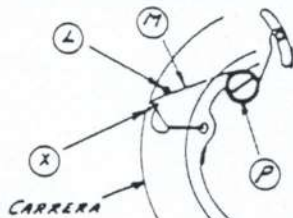

FIG. 4
APROXIMADAMENTE, LA POSICIÓN EXACTA ES COMO SE VE EN LA FIG. 4 EN (X) AL BORDE DE LA PARTE TRABAJADA A MÁQUINA DE LA CAJA DE LLEV.